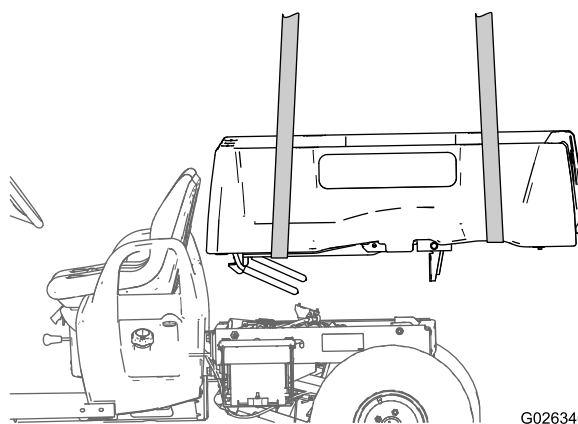

Figura 5
10. Sollevare il pianale verso l'alto ed estrarlo dalla macchina (Figura 5).
- 12. Sollevate il pianale verso l'alto ed estraetelo dalla macchina (Figura 5).